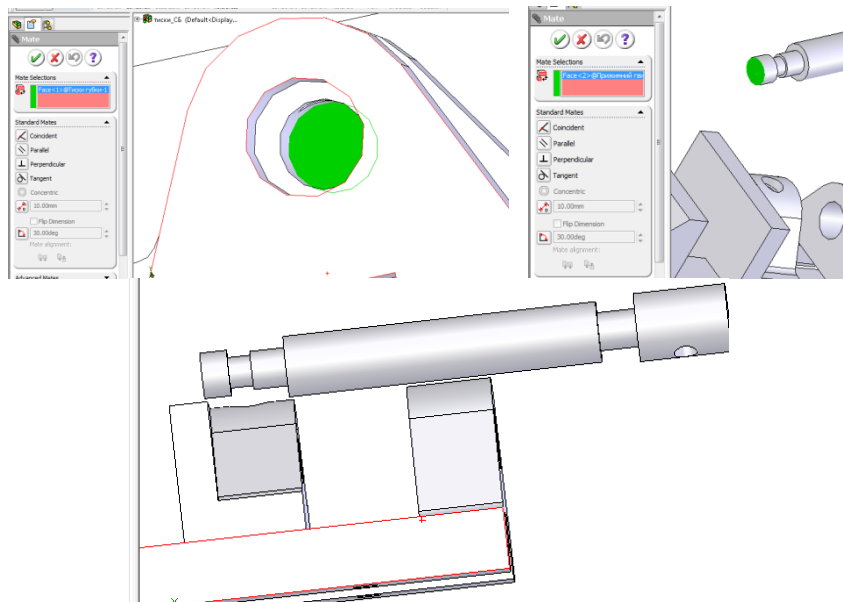

Рис. 7.1.10. Розташовування прижимного гвинта відносно деталей збірки
6. За допомогою взаємозв'язку **СОВПАДЕНИЕ** вирівняйте торцеву поверхню меншого кінцевого циліндра гвинта з поверхню отвору в губках (рис. 7.1.10). Далі за допомогою взаємозв'язку **КОНЦЕНТРИЧНОСТЬ** розташуйте середню частину гвинта в направляючому отворі основи (рис. 7.1.11).